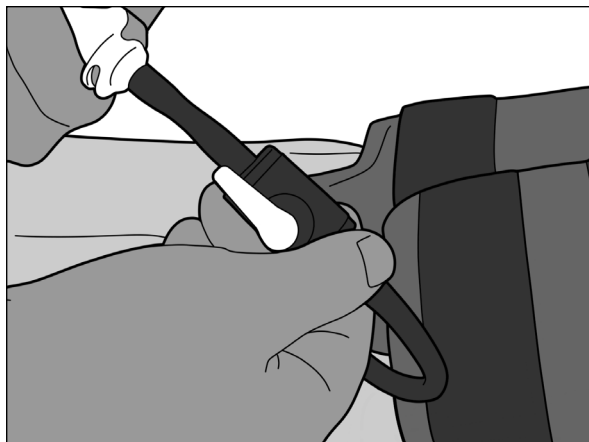

Fig. 15
2. Asigurați-vă că supapa de închidere este deschisă. Mânerul supapei trebuie să fie aliniat cu tubulatura (Fig. 15).